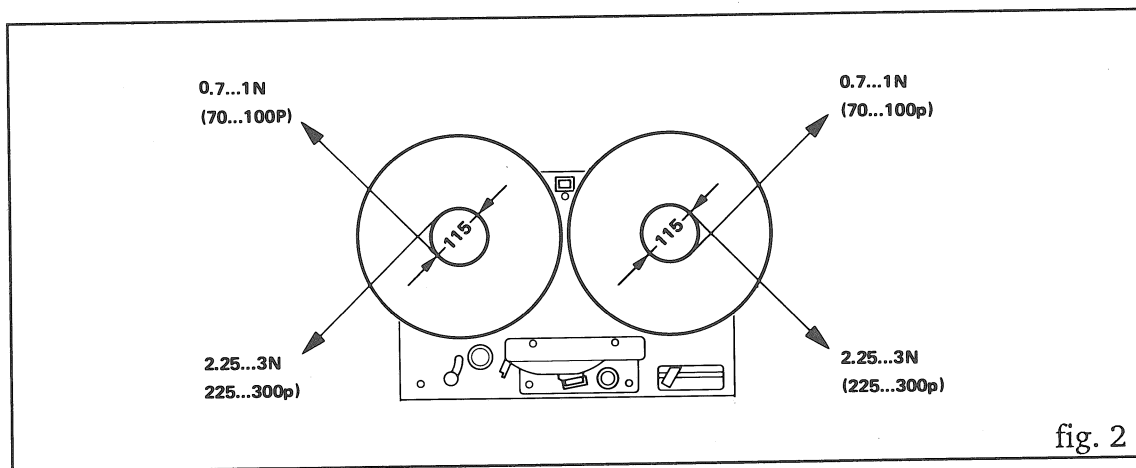

fig. 2
- Enrouler quelques tours de ficelle fine sur bobine. Pour mesurer les couples, une balance à ressort est fixée à la fin de la ficelle. Tirer lentement dans le sens correspondant avec la balance à ressort. Si les valeurs du dessin (fig. 2) ne sont pas atteintes, le système de freinage est à contrôler. Les garnitures et bandes de frein doivent absolument être propres et exemptes de graisse.